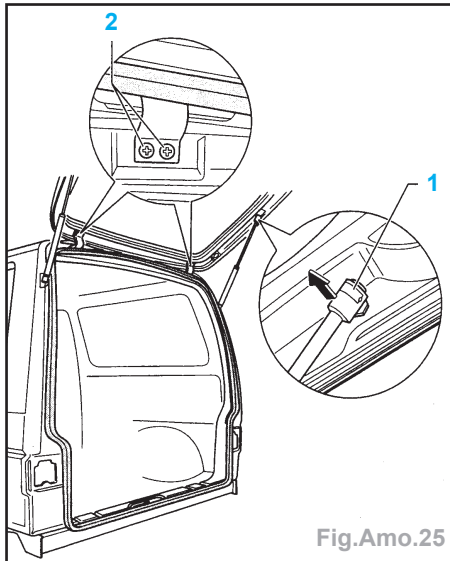

Fig.Amo.25
- Soulever l'étrier de sûreté (1) à l'aide d'un tournevis et extraire les ressorts à air comprimé des deux côtés des tourillons sphériques (Fig.Amo.25).